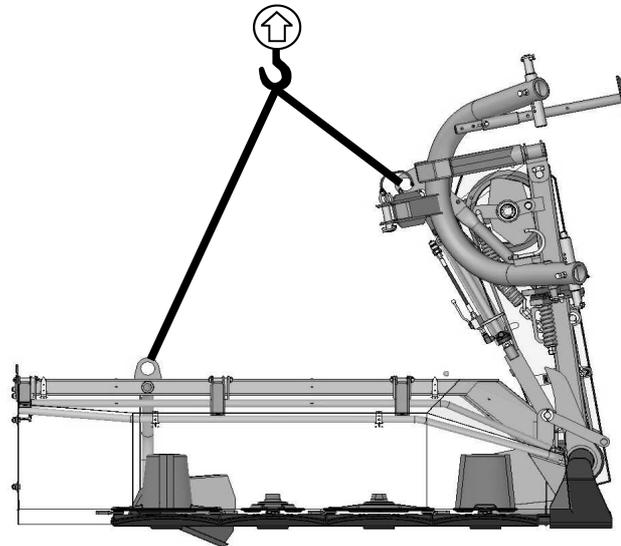

Рис. 4. Места для захвата косилки
- ❑ следует схватывать поднимающими устройствами исключительно в местах, указанных на машине и обозначенных видом крюка (Рис. 4),